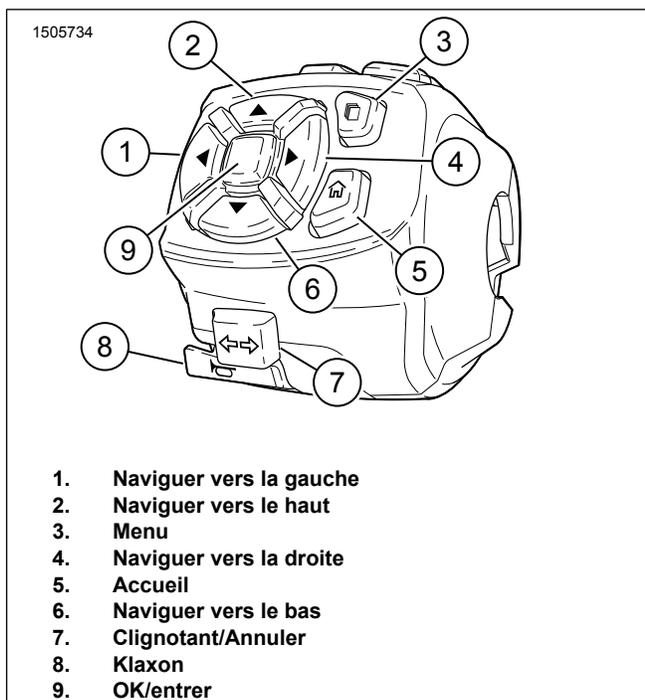

Figure 11. Module de commandes gauche, partie inférieure
Voir la Figure 11. Lorsque les feux de croisement sont actifs, appuyez sur la touche de navigation et maintenez-la enfoncée (2) jusqu'à ce que la commande du feu de brouillard apparaisse sur IM. Relâcher le bouton et appuyer à nouveau pour passer de l'activation à la désactivation. Appuyez sur OK/entrer (9) pour quitter le menu.